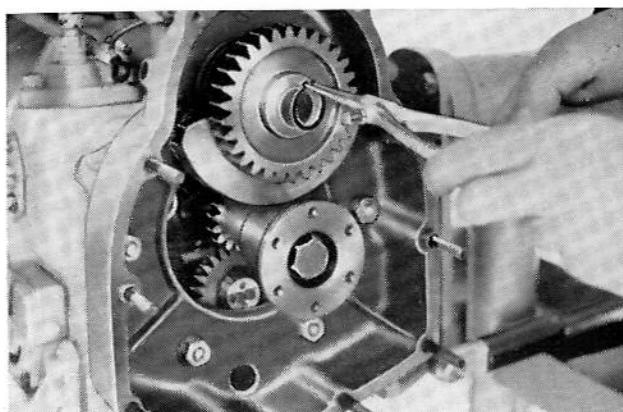

Fig. 81
- Monter l'engrenage contre-poids avec roulements à aiguilles, rondelles d'é-paulement en acier et le circlips (fig. 81).